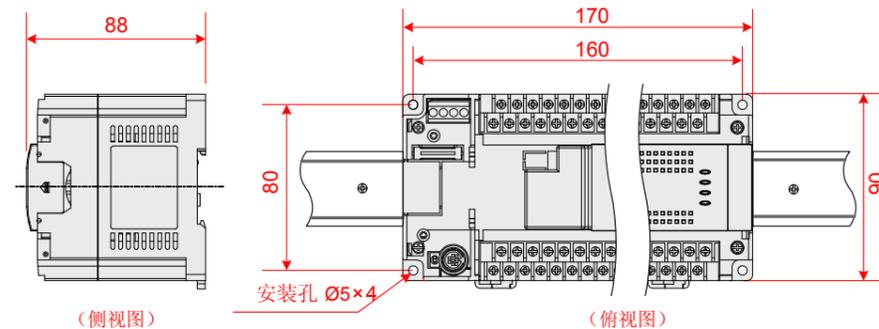

图2 控制器安装尺寸图(单位: mm)
- 为保证机器散热良好, 请采用正常的壁挂方式安装, 如图2所示。要求上下留有300mm以上空间作为散热空间;